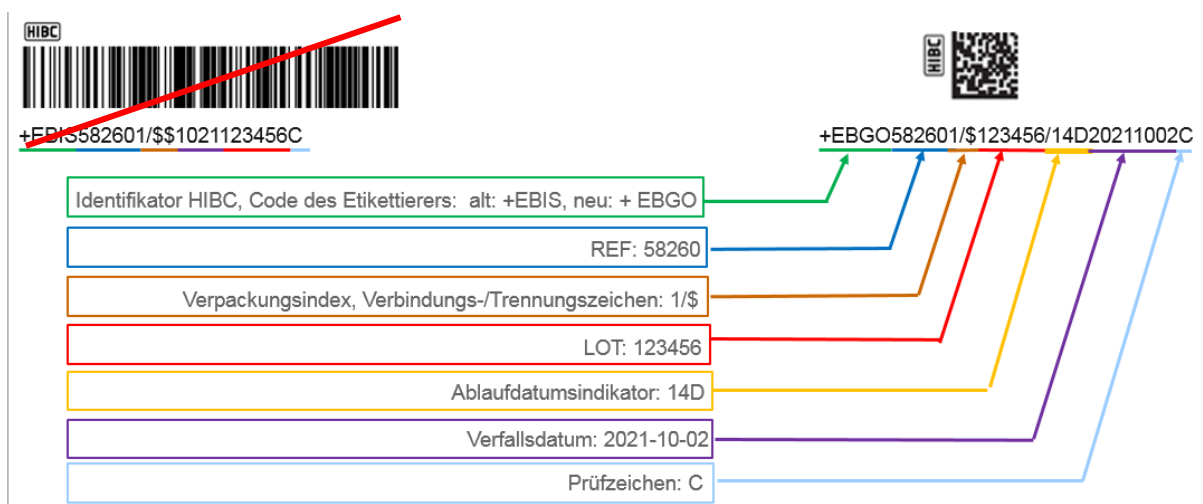

Abb. 3: Dateninhalte des DataMatrix-Codes
- Zur Sicherheit beim Ausfall des digitalen Einscannens sind alle Angaben in Klarschrift unterhalb des Codes vorhanden (s. Abb. 3)